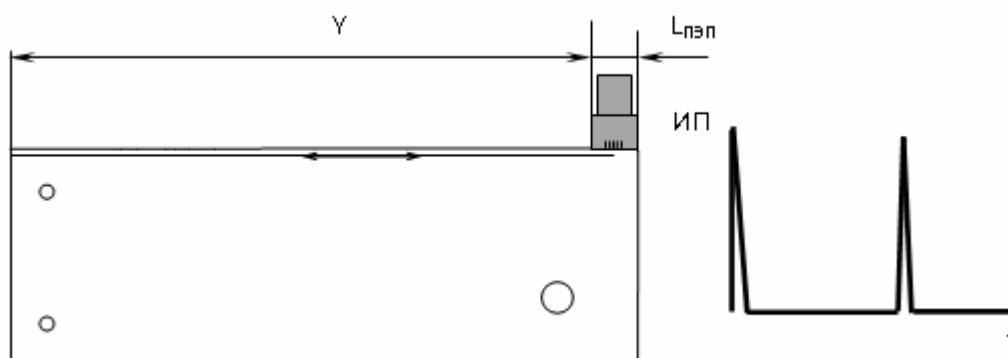

Рисунок 7.10
- б) установить ПЭП на поверхность образца СО-2 со стороны шкалы " $\alpha^\circ$ " так, чтобы задняя грань ПЭП располагалась у правой боковой поверхности образца (рисунок 7.10). При этом на поверхности образца в пределах расстояния  $Y$  контактирующая жидкость должна отсутствовать;